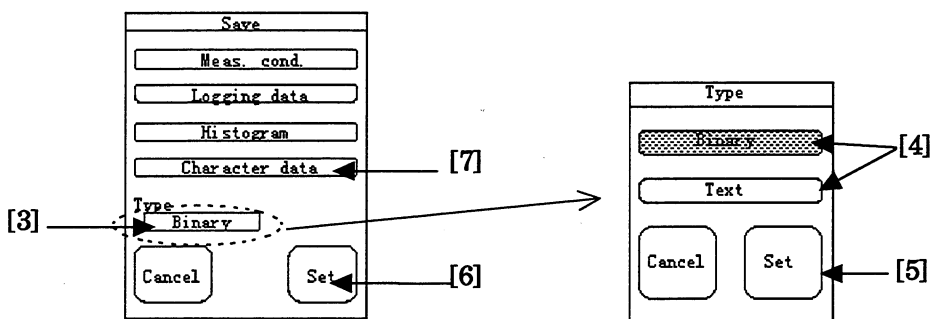

図 6.4-2 保存選択ウインドウと Type 選択ウインドウ
"Type"(図 6.4-2,[3])項目の"Binary/Text"ボタンを押し、"Type"選択ウインドウを開きます。
"Binary"ボタン(図 6.4-2,[4])もしくは、"Text"ボタンのどちらかを選択し、
"Set"ボタン(図 6.4-2,[5])を押します。
5. FD 保存選択ウインドウに戻ります。"Character data"ボタン(図 6.4-2,[7])を押し、
"Set"ボタン(図 6.4-2,[6])を押します。